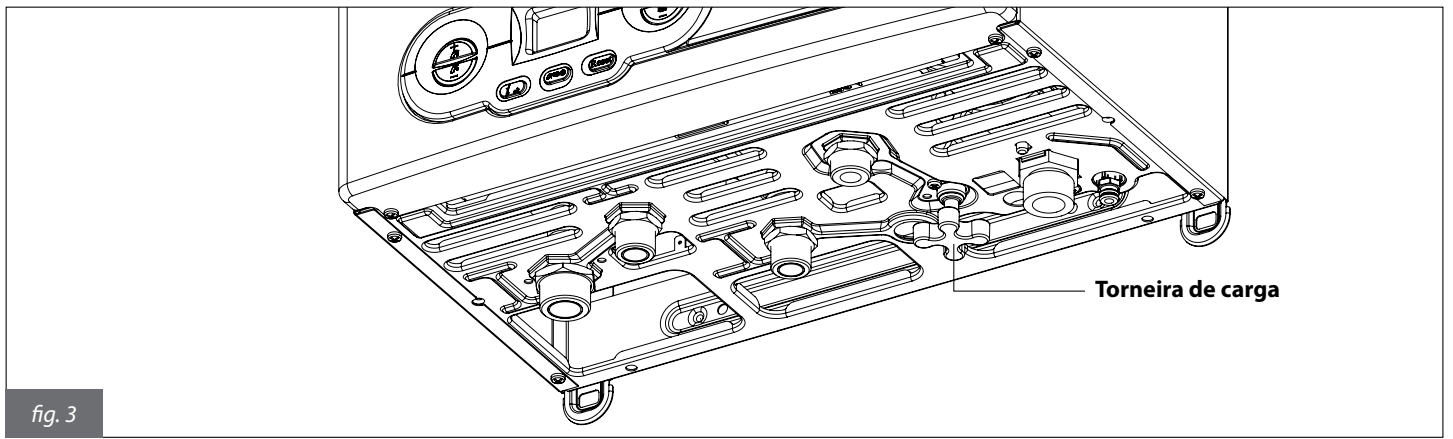

fig. 3
- gire o manípulo da torneira de carga (fig. 3) em sentido horário para permitir a entrada de água na caldeira;